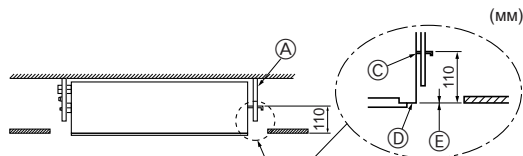

Fig. 2-9
5. Затяните все гайки. (Fig. 2-9)